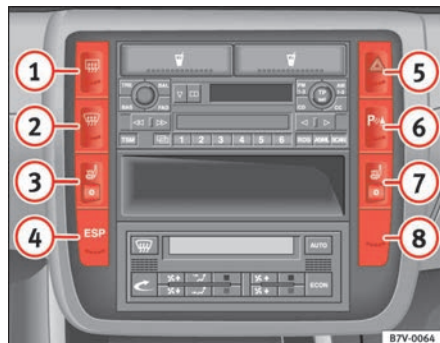

Abb. 72 Schalter für Warnblinkanlage
2. Drücken Sie die Taste  ⇒ Abb. 72, um die Warnblinkanlage einzuschalten ⇒ .